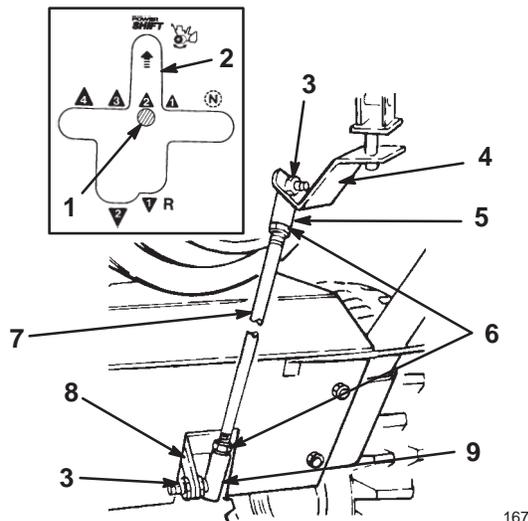

Bild 6
1. Führen Sie den oberen Kugelgelenkbolzen durch die Vorderseite der Schaltstangenhalterung und befestigen Sie sie mit einer Sicherungsmutter (Bild 6).
2. Führen Sie den unteren Kugelgelenkbolzen durch die rechte Seite des Getriebehebels und befestigen Sie ihn mit einer Sicherungsmutter (Bild 6).
3. Legen Sie den zweiten Gang ein und überprüfen Sie, dass die Schalthebelstange mit dem Power Shift-Schlitz ausgerichtet ist (siehe Einsatz in Bild 6).
- A. Nehmen Sie das Kugelgelenk vom Getriebehebel ab und lösen Sie die Klemmmutter (Bild 6).
B. Drehen Sie das Kugelgelenk nach oben bzw. nach unten, bis Schalthebel und Power Shift-Schlitz aufeinander ausgerichtet sind (Bild 6).
C. Bringen Sie das Kugelgelenk am Getriebehebel an und ziehen Sie die Klemmmutter fest (Bild 6).